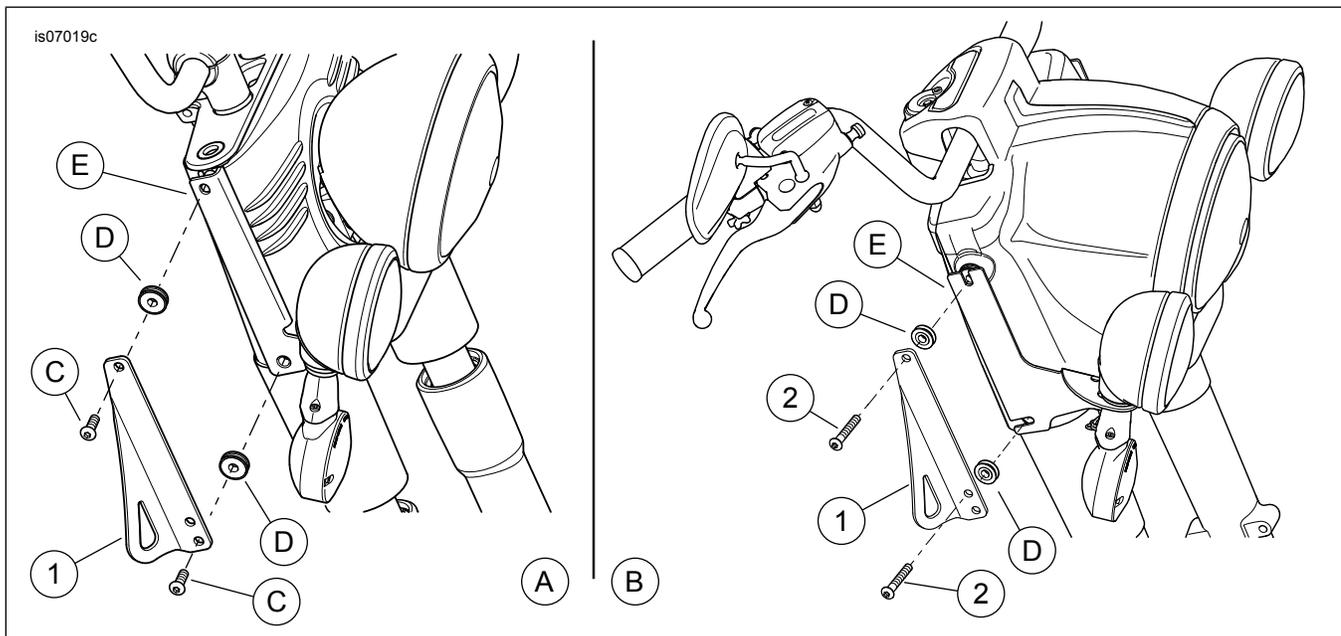

Abbildung 1. Einbau der Spannriemenhalterung
Siehe Abbildung 1 und Tabelle 1. Dieser Satz enthält eine rechte und linke Spannriemenhalterungen (1), vier Schrauben (2) sowie diese Anleitung. Nur die Schrauben (Teile-Nr. 4219) sind einzeln erhältlich.